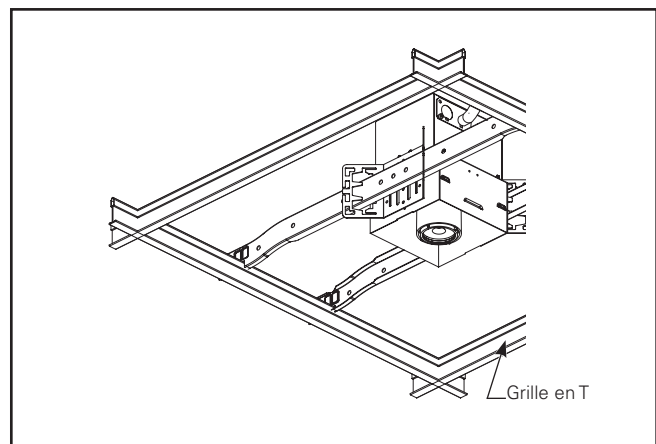

Figure 1.8.
4. Une fois les connexions effectuées, installez la plaque du luminaire avec la lumière dans le boîtier. Assurez-vous de ne pas coincer les fils sur les rebords de la plaque. Installez les vis no 8-32. (Figure 1.8.)